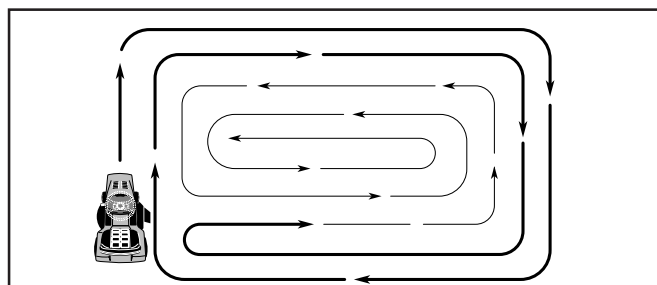

FIG. 11
- Pour tondre une grande surface, on vous conseille de commencer par tourner à droite, de façon à ce que l'herbe ne soit pas déversée sur les arbustes, les clôtures, les allées, etc. Après un ou deux tours, tondez en sens inverse en tournant à gauche jusqu'à ce que le travail soit achevé (Voir la Fig. 11).